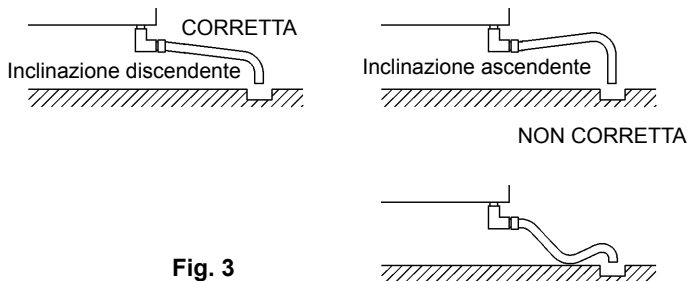

Fig. 3
- * Per evitare fenomeni di antiriflusso nella vaschetta di desposito, collocare il tubo di uscita come illustrato in Fig. 3.